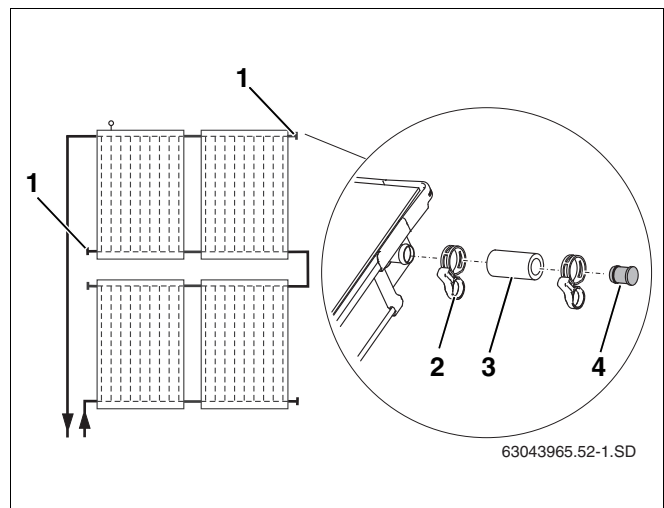

Рис. 59 Предварительный монтаж заглушек
Установите заглушки на неиспользуемые подключения коллектора (рис. 59, поз. 1).
- ▶ Наденьте шланги 55 мм (рис. 59, поз. 3) с предварительно установленными на них заглушками на оба свободных подключения.